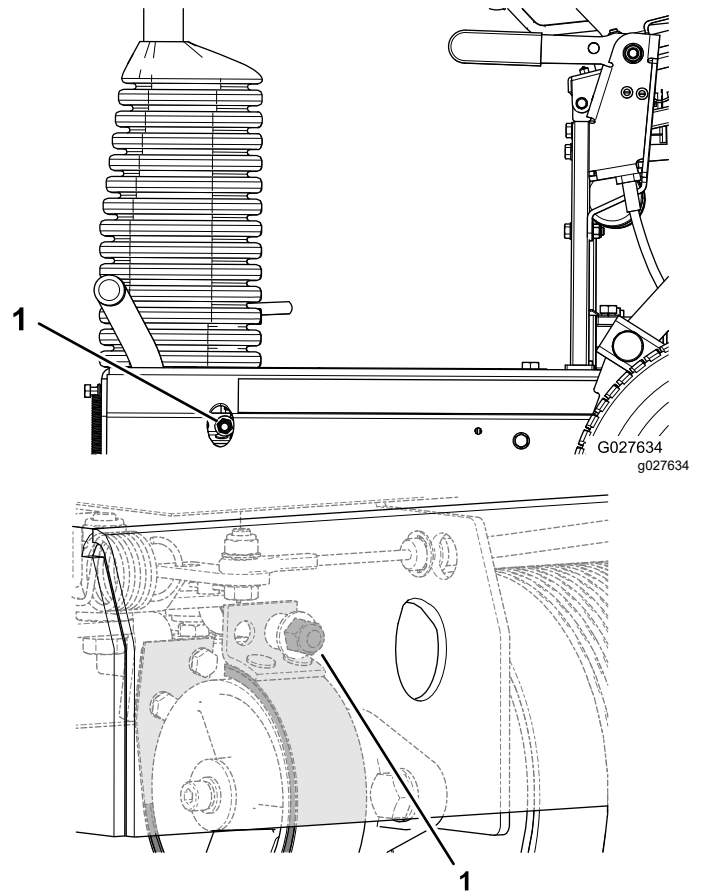

図 35
- ブレーキの効きを強くするにはブレーキロックナットを右回しに締め付ける **図 35**。
- ブレーキの効きを弱くするにはブレーキロックナットを左回しにゆるめる **図 35**。